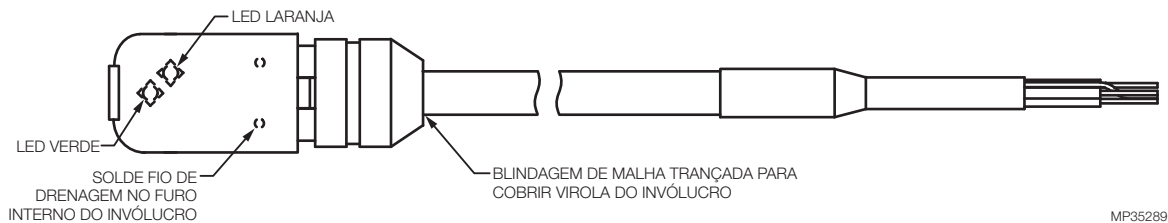

Fig. 6. Local do fio de drenagem soldado.
- c. Solde fio de drenagem em um dos dois furos na entrada (consulte Fig. 6).